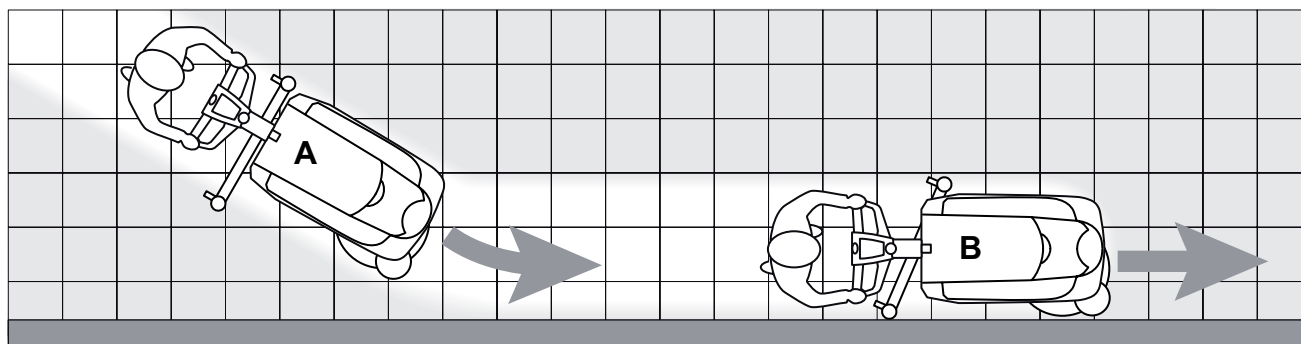

Figure 4
*Pour un lavage / séchage correct du sol près du mur, Nilfisk recommande d'approcher le côté droit de la machine, comme illustré dans la figure 4.*